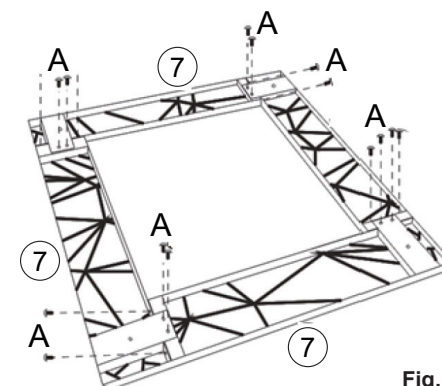

Fig.1
Coloque las piezas sobre una superficie lisa y uniforme, fije los cuatro marcos superiores (7) utilizando los pernos (A) en el marco cuadrado (Vea Fig.1).